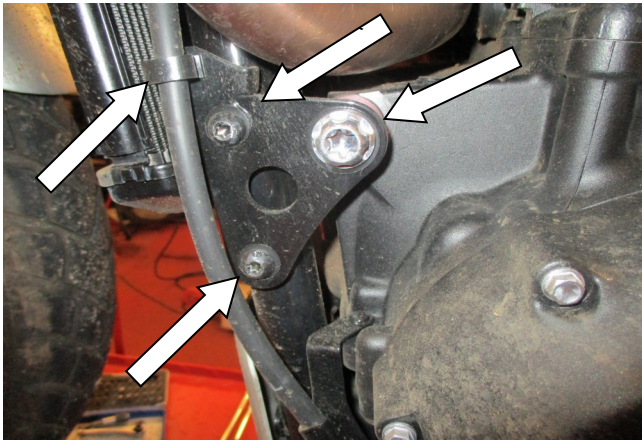

Abbildung 1
- Beginnen Sie an der linken Seite des Motorrads. Entfernen Sie die vordere Montageplatte für den Motor, die in **Abbildung 1** gekennzeichnet ist, indem Sie die 3 Schrauben mit einem 30- und 55-Torxschlüssel entfernen wie in **Abbildung 1** abgebildet. Die größere Schraube hat eine 17mm Mutter an der Rückseite, die mit einem Schraubenschlüssel o.Ä. gesichert werden muss. Montieren Sie die linke Platte mit den zuvor entfernten Originalschrauben und Unterlegscheiben vom Kit. Befestigen Sie alles und stellen Sie sicher, dass die Halterung für das Kabel oben an der Platte fixiert ist, wie zuvor an der original Platte.